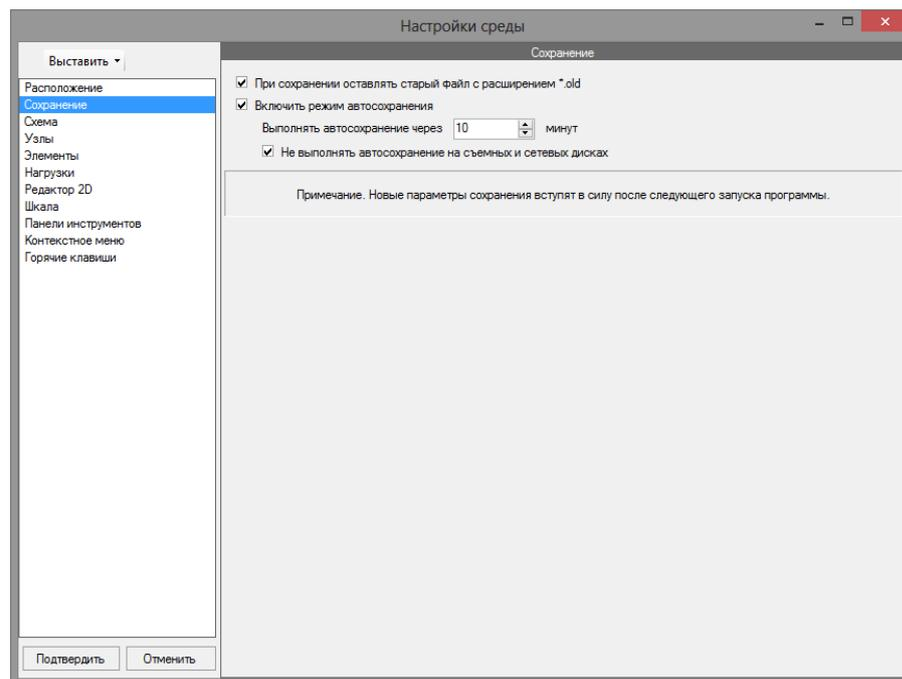

Рисунок 2.9 Вкладка **Сохранение**
**Настройки рабочей среды** ⇨ вкладка **Сохранение** (рисунок 2.9)